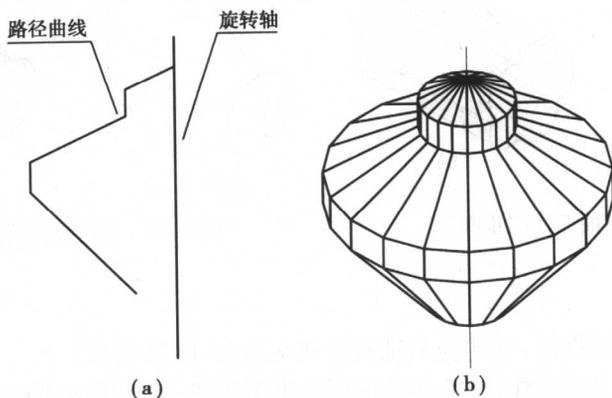

图 1.18 旋转曲面作图步骤
例 1.3 作出如图 1.18(b)所示的旋转曲面模型。
②用二维多段线命令绘制路径曲线,用直线命令绘制旋转轴,如图 1.18(a)所示。
③设置网格密度($SURFTAB1 = 20$ $SURFTAB2 = 12$),将路径曲线绕旋转轴从 0° 旋转到 360° ,结果如图 1.18(b)所示。